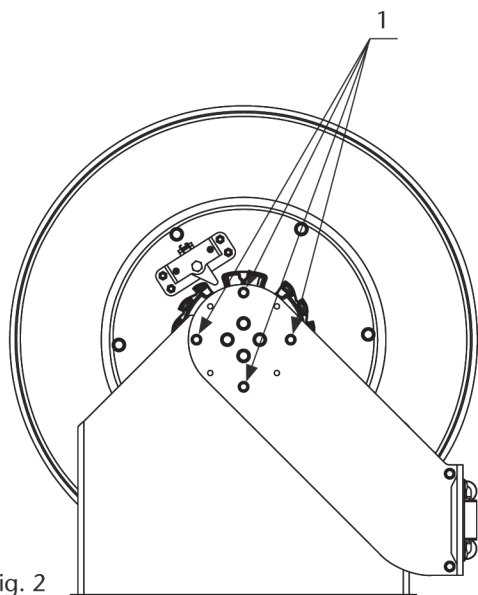

Fig. 2
To position these guide arms, loosen and remove the screws (1) (fig. 2) in both arms. At this moment, the spool and the guide arms become loose from the reel frame. Then, just position the guide arms in the desired position and fix them with the same screws.
Pour positionner les bras de guidage du flexible il est nécessaire de desserrer et de retirer les vis (1) (fig. 2) des deux bras. A cette étape, le tambour et le bras de guidage sont désolidarisés du cadre. Placer ensuite les bras à la position désirée et refixez-les avec les mêmes vis.
Para posicionar los brazos guía, es necesario aflojar y quitar los tornillos (1) (fig. 2) en ambos brazos. En ese momento el tambor junto con los brazos guía quedan sueltos del bastidor. Se procede entonces a cambiar los brazos a la posición deseada y a volver a fijarlos con los mismos tornillos.